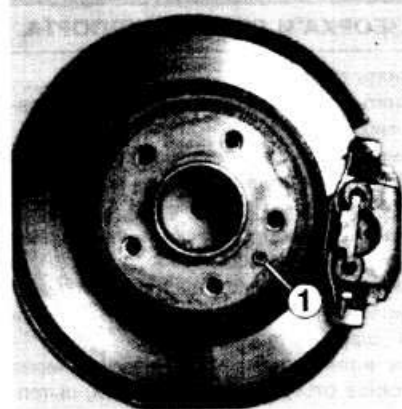

Рис. 13-9. Болт 1 крепления тормозного диска заднего колеса
- Отвернуть болт крепления тормозного диска (рис. 13-9) и снять диск.